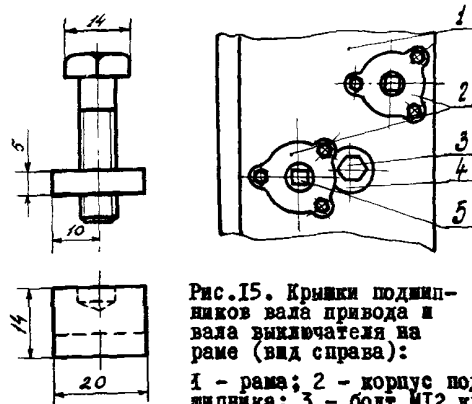

Рис.15. Крышки подшипников вала привода и вала выключателя на раме (вид справа):
П р и м е ч а н и е . Болты, крепящие кулачок, удалить поочередно через техническое отверстие в торцовой стенке рамы (рис.15). При походе ролика рычага 37 (см.рис.12) к собачке запорного устройства 35 освободить его, отжав собачку 30 (см.рис.15).
10.10. Свинтить гайки и снять корпус подшипника 2 вала привода (см.рис.15) со стороны пружинного буфера 13 (см.рис.13).